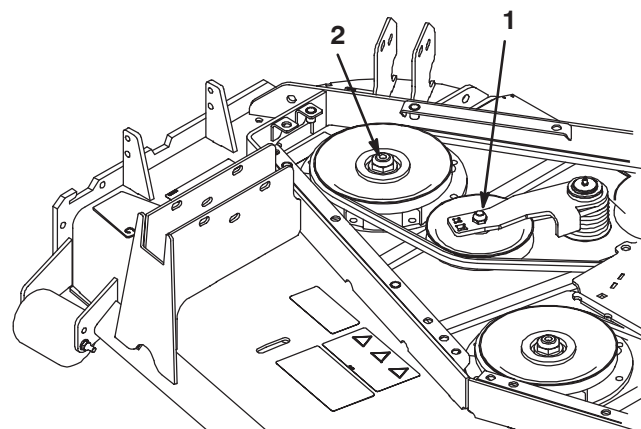

Bild 8
10. Schieben Sie die Spannscheibe mit einem 0,5 Zoll Schraubenschlüssel oder einem ähnlichen Werkzeug vom Antriebsriemen, und lassen Sie den Riemen von der rechten Getriebespannscheibe rutschen (Bild 8).
11. Nehmen Sie die Mutter ab, mit denen die rechte Spindelspannscheibe an der Spindel befestigt ist (Bild 8). Entfernen Sie die Spannscheibe und die Scheibe.
- 14.** Schieben Sie die Spannscheibe mit einem 0,5 Zoll Schraubenschlüssel oder einem ähnlichen Werkzeug vom Antriebsriemen, um die Riemen Spannung zu lösen, und lassen Sie den Riemen um die größere Scheibe der neuen Spindelscheibe verlegen (Bild 8).